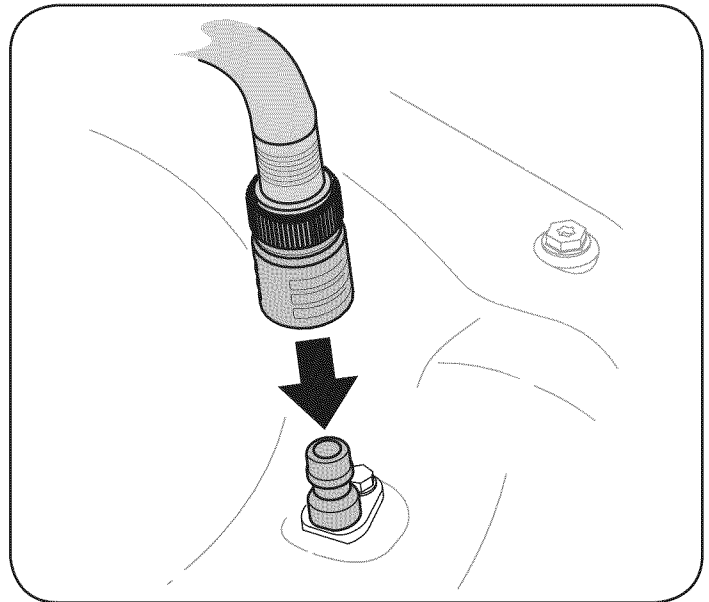

Figura 16
3. Una el acople de la manguera al puerto de agua que se encuentra en la superficie de la plataforma. Vea la Figura 16.